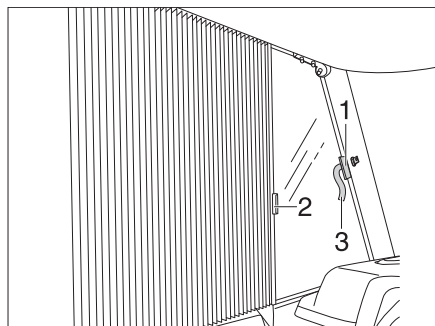

Fig. 14 Fixer le dispositif occultant plissé pour la fenêtre côté conducteur/passager
- Pousser les dispositifs occultants plissés pour les fenêtres côté conducteur et passager en dessous des recouvrements avec les poignées (Fig. 14,2) et les fixer avec les boucles de fermeture Velcro (Fig. 14,1 et Fig. 14,3). Le dispositif occultant plissé est bloqué.